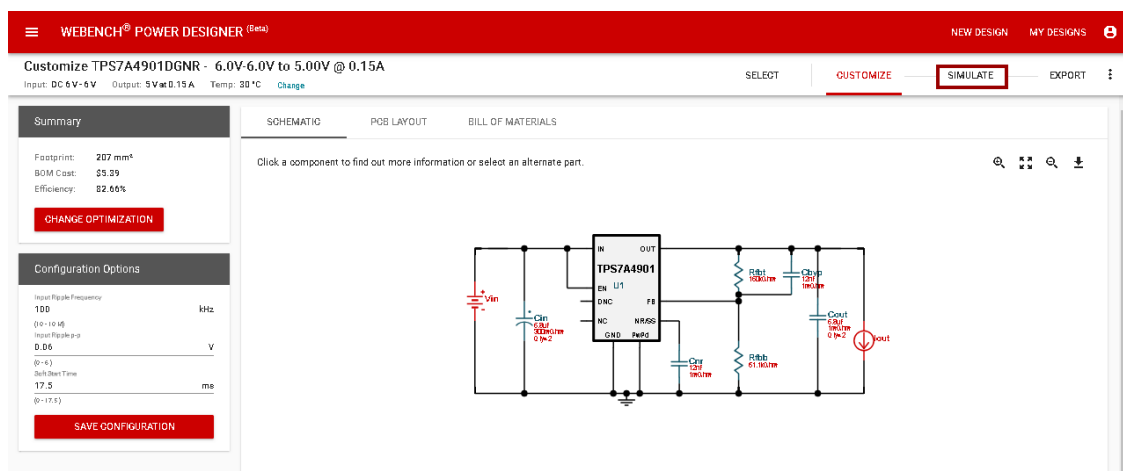

图 3.2.1 设计方案
2. 点击“SIMULATE”按钮（见图 3.2.1），进入电气仿真页面。点击电路图中的输入电压源，在弹出的对话框中可以看到它的参数。请确认其中的Peak Voltage是6V（对应 $V_{in} = 6V$ ）。如果不是，点击“update”，可以更改它的值，更改后点击SAVE保存。